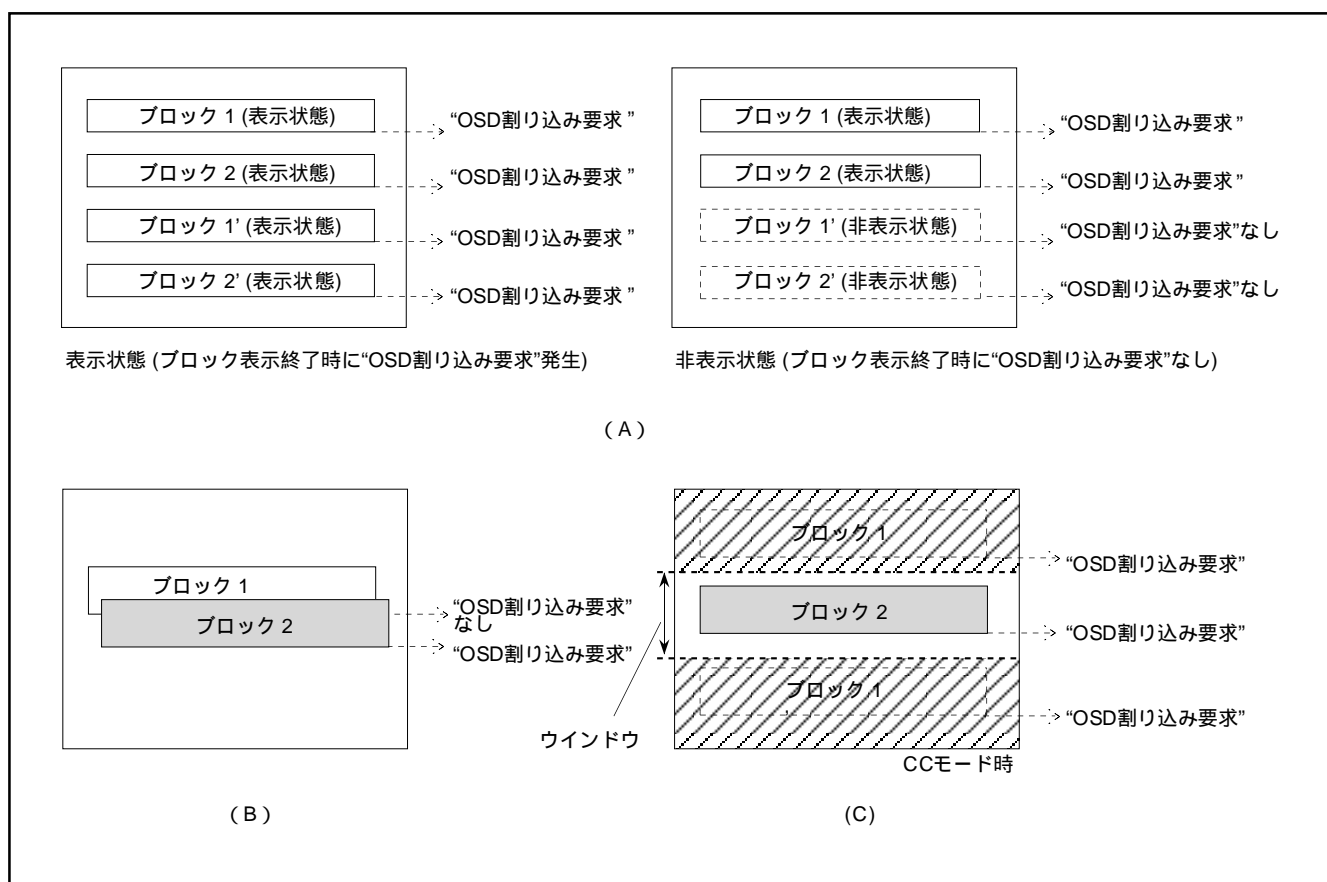

図8.11.24 OSD 割り込み発生時の注意点
- 注1. ブロック表示終了時に発生する“OSD 割り込み要求”は、ブロックを表示していない場合は発生しません。つまり、ブロックコントロールレジスタ*i* (00D216, 00D316 番地) の表示制御ビットの設定によってブロックの表示がオフ(非表示)状態であれば、“OSD 割り込み要求”は発生しません(図8.11.24のA参照)。
2. 1つのブロック表示中に他のブロックの表示開始位置がきた場合は、割り込み要求は途中から表示したブロックの表示終了時に1回だけ発生します(図8.11.24のB参照)。
3. ウィンドウを設定した画面で、ウィンドウ外にあるCCモードブロック(表示OFF)が表示終了した時点でも“OSD 割り込み要求”は発生します(図8.11.24のC参照)。